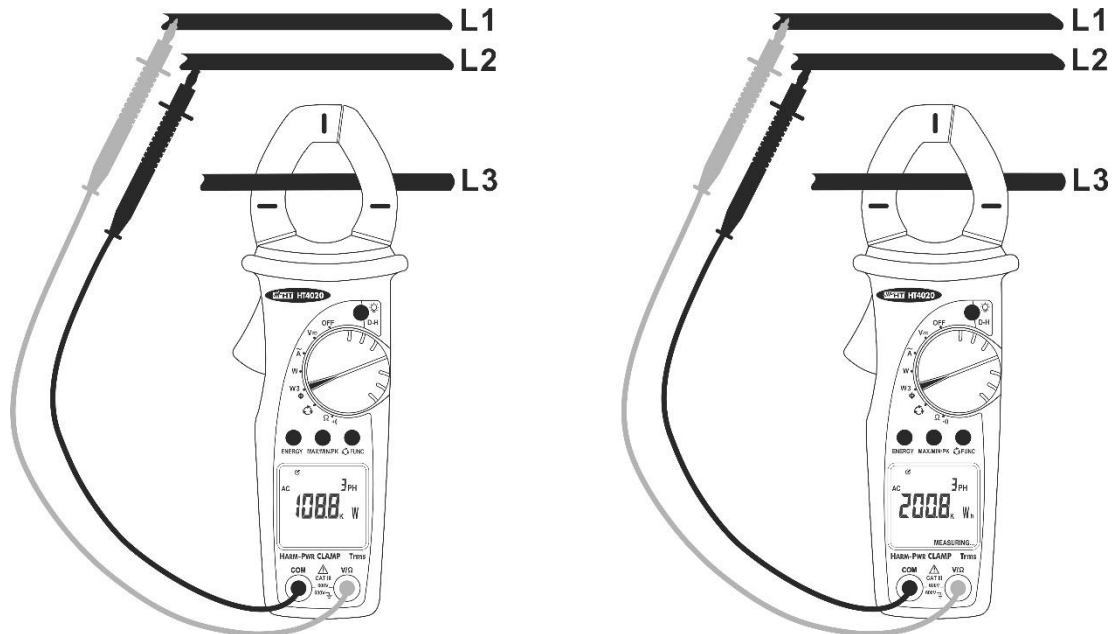

Fig. 12 : Mesures de puissance et énergie dans un système triphasé équilibré
2. Ouvrir le tore et insérer le câble à la phase L3 au centre (voir la § 4.1.2 et Fig. 12)
4. Positionner l'embout rouge sur le conducteur correspondant à la phase L1 et l'embout noir sur le conducteur correspondant à la phase L2 (voir Fig. 12 ). La valeur de la puissance active est affichée à l'écran avec le symbole AC